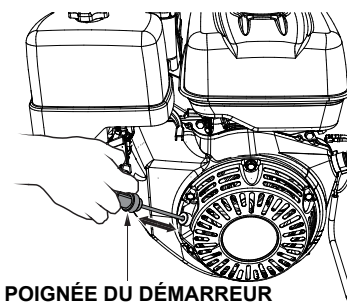

Figure 17. Poignée du démarreur
5. Si votre génératrice a un démarreur à rappel sans batterie, saisir la poignée du démarreur (Figure 17) et la tirer lentement. La résistance devient plus importante à une position spécifique qui correspond au point de compression. Tirer vigoureusement sur la poignée du démarreur, mais de façon fluide pour démarrer.